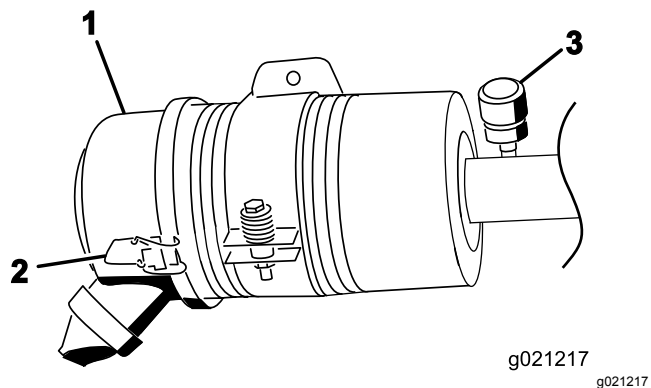

Figura 69
Revise el filtro del limpiador de aire únicamente cuando el indicador de mantenimiento (Figura 69) lo requiera. El cambiar el filtro antes de que sea necesario sólo aumenta la posibilidad de que entre suciedad en el motor al retirar el filtro.
1. Abra los enganches que fijan la tapa del limpiador de aire a la carcasa del limpiador de aire (Figura 69).